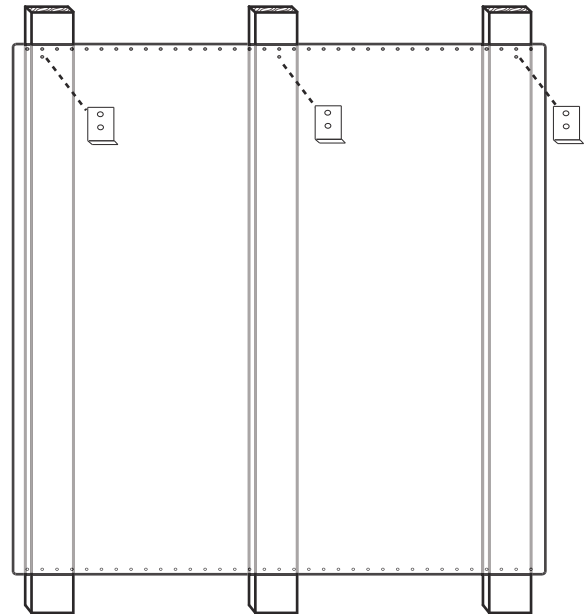

Figure 22 : Dossieret de protection avec étagère garde-chaud
3. À l'endroit indiqué sur la *Figure 22* fixez les supports inférieurs fournis avec l'étagère garde-chaud à travers le dossieret de protection, dans les montants de cloison.